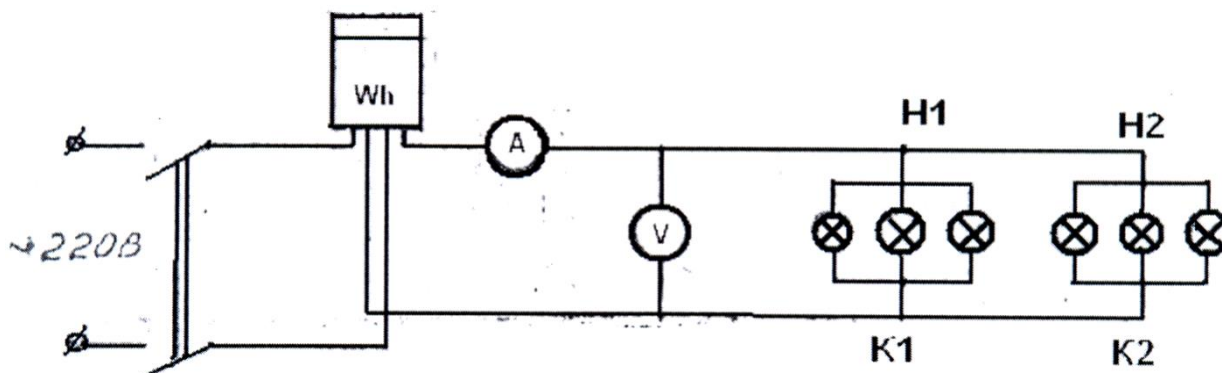

Рисунок 1 – Схема соединения однофазного счетчика
1. Собрать схему для исследования однофазного счетчика (рисунок 1), предъявить преподавателю для проверки.